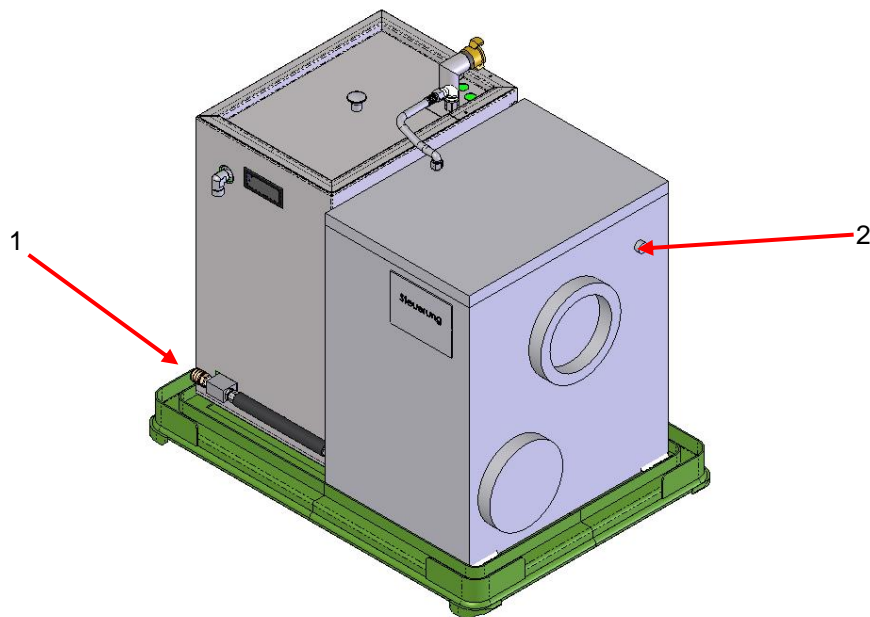

Abb. 8: Entleeren des Umlaufkühlers
- ♦ Entleeren Sie den Vorratstank mit einer geeigneten Tauchpumpe oder schließen Sie an der Schnellkupplung der Ansaugleitung (Abb. 8:Pos. 1) einen Entleerungsschlauch an.
- ◆ Blasen Sie mit Druckluft stoßweise mehrfach ca. 3 Sekunden in den Kühlwasserausgang zur Förderpumpe (Abb. 8; Pos. 2).